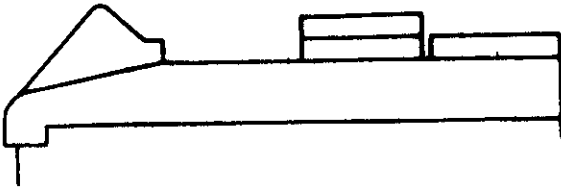

Abb. 2.3.
Um verschiedene Bedienelemente und Tasten zu erreichen, ist es notwendig, das Oberteil (1) zu öffnen. Durch gleichzeitiges Drücken auf die beiden Tasten (2) springt das Oberteil aus der Verriegelung. Beim Anheben des Oberteils wird die Stütze (3) über den Totpunkt gedrückt, womit es in der oberen Stellung gehalten wird. Zum Schließen des Oberteils wird die Stütze eingelenkt. Durch leichten Druck auf die Vorderkante rastet es in der Verriegelung ein. Zum Öffnen der oberen Abdeckung (4) wird sie an den Griffschalen nach oben aus der Halterung gezogen und kann in Leporelloform zusammengefaltet und abgelegt werden. Für die verschiedenen Ausführungsformen empfehlen sich die Anordnungen nach Abb. 2.3.